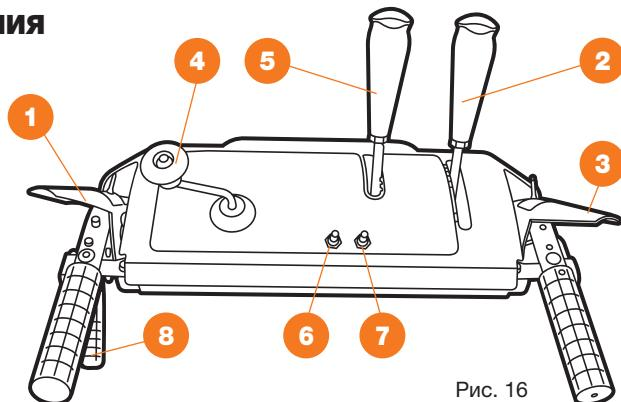

Рис. 16
Перед началом работы внимательно изучите устройство всех рычагов и элементов. Описание основных элементов панели управления (Рис. 16)
- Установите требуемую рабочую скорость на панели управления. Перемещая рычаг выбора скорости движения **2** (Рис. 16, стр. 27), установите его в одно из шести положений **ВПЕРЕД** или в одно из двух положений **НАЗАД**.
- Нажмите на рукоятку включения вращения шнека **3** (Рис. 16, стр. 27), и шнеки начнут вращаться. Отпустите ее, и шнеки остановятся.
- Нажмите на рукоятку включения привода колес **1** (Рис. 16, стр. 27) и снегоуборщик начнет движение. Отпустите ее и движение будет остановлено.
- При отпущеной рукоятке включения вращения шнека **3** (Рис. 16, стр. 27), тросик привода должен иметь небольшое ослабление. Он не должен быть сильно натянут.
- Находясь в положении оператора (за снегоуборщиком) включите шнек, нажав на рукоятку включения привода вращения шнека ③ (Рис. 16, стр. 27).
- Оставьте шнек в рабочем состоянии примерно на 10 секунд, после чего опустите рукоятку включения шнека ③ (Рис. 16, стр. 27). Повторите эту процедуру несколько раз.
- При включенном двигателе и установленной в верхнее положение рукоятке включения шнеков ③ (Рис. 16, стр. 27), подойдите к снегоуборщику со стороны ковша.